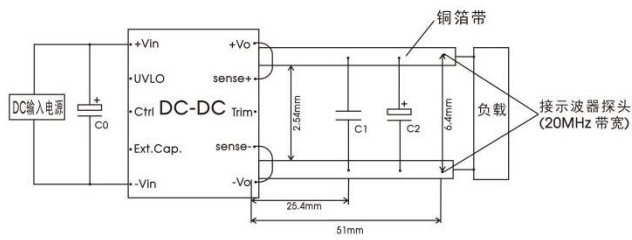

图 3
③纹波和噪声的测试方法见图 3, 噪声以靠测法为准;
④产品在海拔 2000m 以上使用, 需确保产品表面温度低于 105℃。
所有该系列的 DC/DC 转换器的常规性能在出厂前, 都是按照下图 3 推荐的测试电路进行测试, 纹波噪声测试用图 3 接线测试。